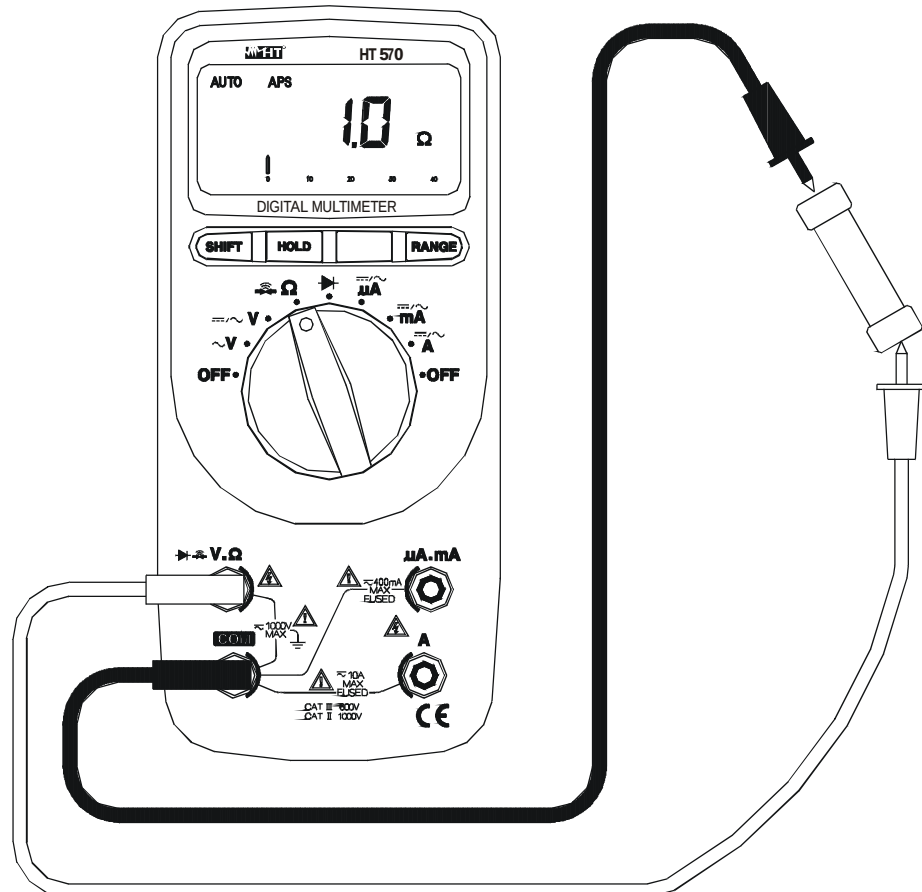

Abb. 5: Widerstandmessung oder Durchgangsprüfung
2. Verbinden Sie die Messleitungen wie folgt, die rote in  Buchse und die schwarze in **COM** Buchse (Abb. 5).